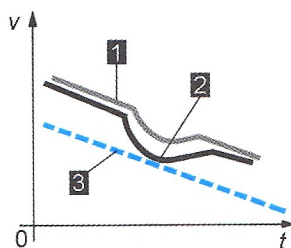

Figure 12.11 • La vitesse de la roue ne passe pas le seuil.
**1.** La vitesse de la roue concernée **ne descend pas en dessous du seuil** de vitesse ; elle est adaptée aux circonstances de roulage et d'adhérence instantanées. La roue ne se dirige donc pas vers le blocage. L'antiblocage n'est pas actionné (figure 12.11).